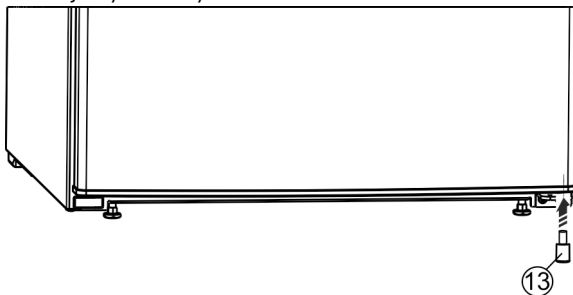

Fig. 27*
- Dištančný diel Fig. 27 (13) nasadíte znovu vpravo dole do dverí, pretože je to dôležité pre stabilitu zariadenia.*